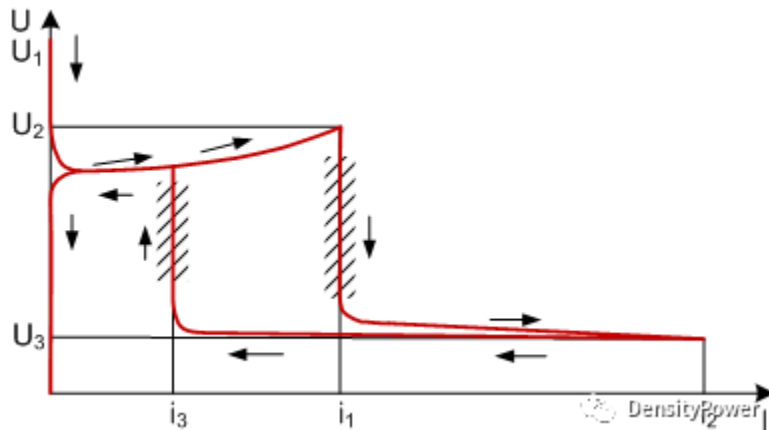

图 5. 气体放电管的伏安特性曲线
**问题一：**在轨道交通输入 110Vdc 的应用场合，图.5 推荐的浪涌防护电路中，MOV 和 TVS 的具体应选什么参数型号？